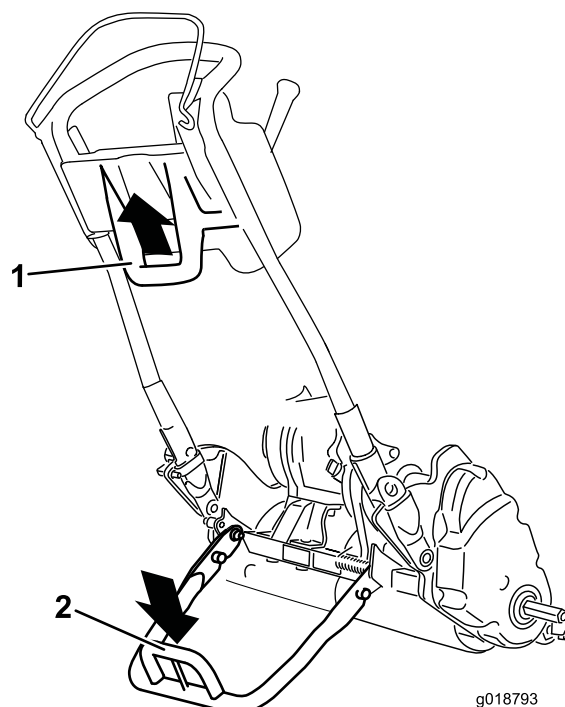

Рисунок 19
- Чтобы использовать откидную ножку для монтажа транспортных колес, опустите ее на землю и наступите на пятку откидной ножки, вытягивая вверх и назад нижнюю среднюю ручку машины (Рисунок 19).